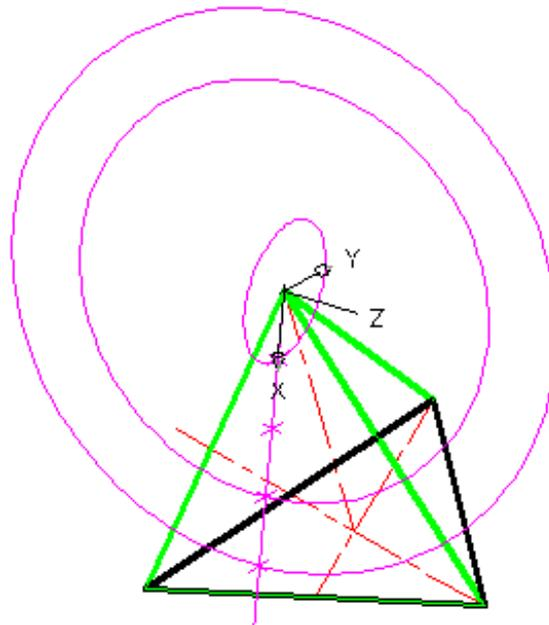

Рис.16.3.
5. Чтобы получить точку на третьем боковом ребре необходимо установить систему координат плоскостью **XY** на этом ребре и отрезке с маркерами и построить окружность радиусом, равным $\frac{1}{5}$ длины бокового ребра (Рис.16.3).